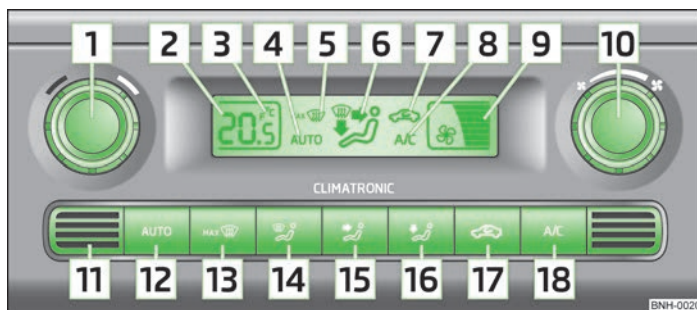

Fig. 61 Climatronic: Elementele de comandă
- > (AC) 18 » fig. 61 la pagina 64 activat.
- > Apăsați tasta (AUTO) 12 » fig. 61 la pagina 64.
Apăsați și mențineți simultan apăsată tasta (AUTO) și (AC) » fig. 61 la pagina 64. Pe display se afișează datele în unitatea dorită de măsură a temperaturii.
11 » fig. 61. Nu lipiți nimic peste senzor și nu-l acoperiți, în caz contrar se poate influența în mod nefavorabil sistemul Climatronic.
- > Apăsati tasta **(AUTO)** 12 » fig. 61 la pagina 64, pe afișaj apare **AUTO**.
- > După punerea contactului, se poate regla temperatura din interior, cu ajutorul regulatorului rotativ 1 » fig. 61 la pagina 64.
- > Apăsati tasta  17 » fig. 61 la pagina 64, pe afișaj apare simbolul .
- > Apăsati din nou tasta  17 » fig. 61 la pagina 64, simbolul  dispare de pe afișaj.
- > Rotiți regulatorul 10 » fig. 61 la pagina 64 spre stânga (reducerea turației ventilatorului) sau spre dreapta (mărirea turației ventilatorului).
> Apăsați tasta  **13** » fig. 61 la pagina 64.
> Apăsați din nou tasta  **13** » fig. 61 la pagina 64 sau tasta .